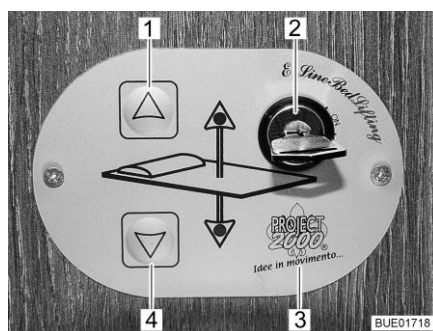
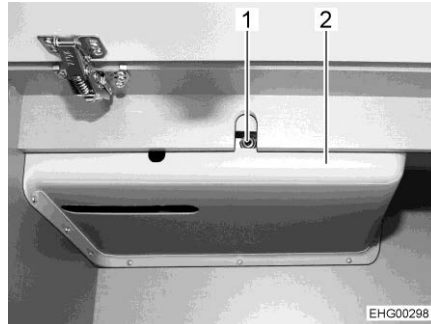

Fig. 143 Elemento di regolazione
Fig. 147 Accesso all'azionamento
È possibile abbassare o alzare il letto basculante tramite i tasti (Fig. 143,1 e 4) presenti sull'elemento di regolazione (Fig. 143,3). L'elemento di regolazione viene bloccato tramite l'interruttore a chiave (Fig. 143,2) per evitarne l'utilizzo accidentale.
- Ruotare la chiave dell'interruttore a chiave (Fig. 143,2) di 90° in senso orario. L'elemento di regolazione (Fig. 143,3) è attivato.
- Premere il tasto freccia (Fig. 143,4) e tenerlo premuto fino a quando il letto basculante raggiunge la posizione desiderata in basso.
- Premere il tasto freccia (Fig. 143,1) e tenerlo premuto fino a quando il letto basculante raggiunge la posizione finale in alto.
Se non si riesce più a spostare il letto basculante con i tasti freccia (Fig. 143,1 e 4), controllare per prima cosa il fusibile dietro il rivestimento (Fig. 147,2) (vedi paragrafo 9.12.1). Se il fusibile è a posto e ciononostante non si riesce a spostare il letto basculante, muoverlo manualmente.
- Inserire nell'alloggiamento del motore (Fig. 147,1) la manovella a disposizione o una chiave esagonale.